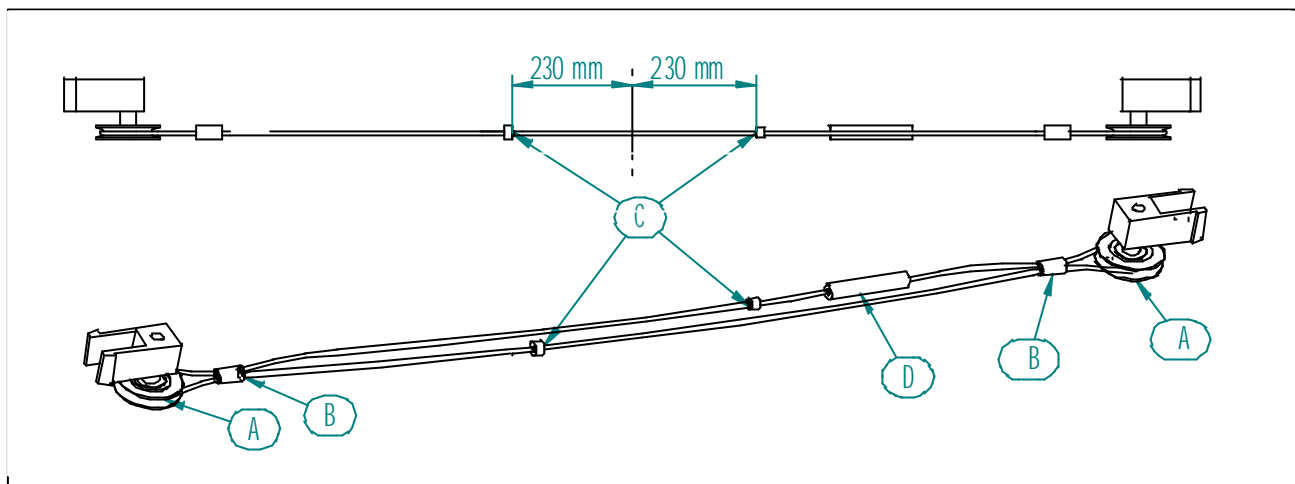

figura 1
- Inserire il cavo intorno alle pulegge (A) e fermarlo con del nastro adesivo (B) non troppo stretto seguendo lo schema di figura 1.
- Bloccare i morsetti (C) lungo il cavo seguendo lo schema di figura 1.